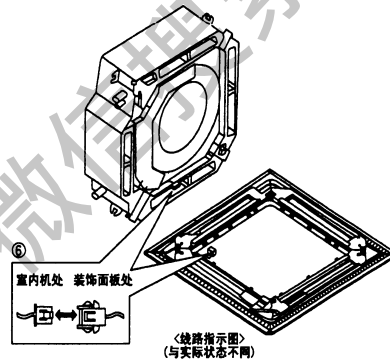

图10
6. 连接安装在装饰面板上的摆动挡板电机导线的接头（2 处）（见图 10）。